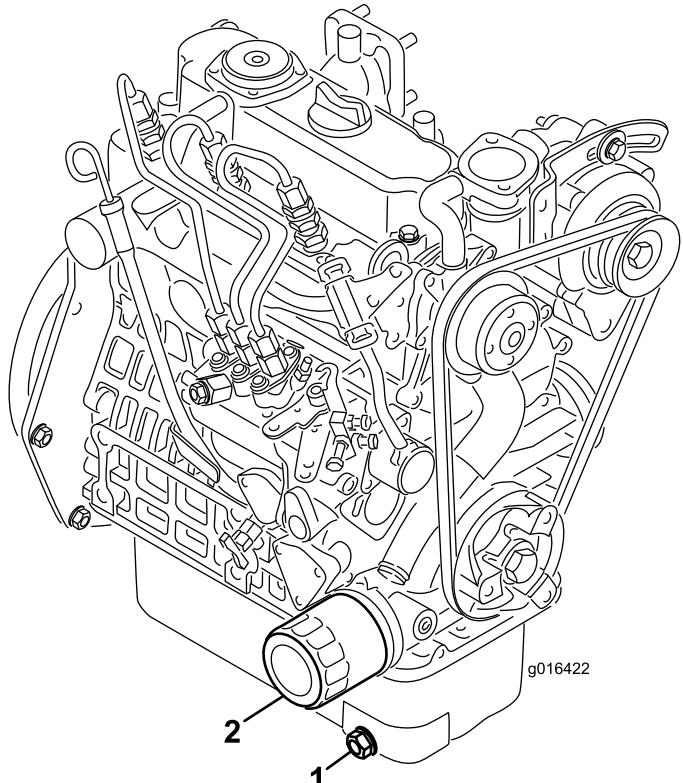

Figura 34
1. Togliete il tappo di spurgo (**Figura 34**) e lasciate defluire l'olio in una bacinella. Quando l'olio cessa di defluire, rimontate il tappo.